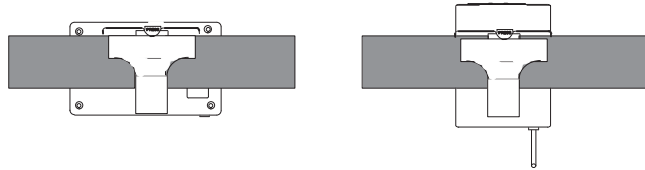

FIGURA 7
1. Agganciare alla propria cintura o al cinturino della chitarra il fermaglio per attacco alla cintura come illustrato nella Figura 7